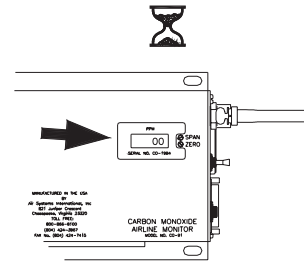

Figura 8
8. Deje transcurrir de 15 a 30 segundos para que la lectura digital se estabilice (figura 8).